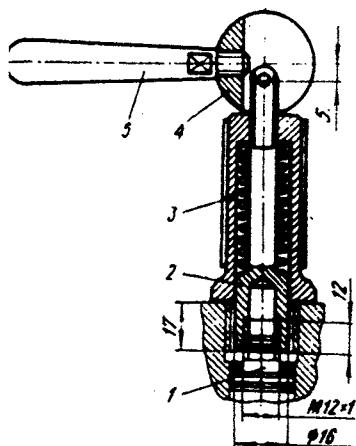

Рис. 90. Съемник седла нагнетательного клапана:
3) снять контрящие сухари, вывернуть штуцеры и, пользуясь специальным съемником (рис. 90), извлечь из корпуса насоса седла с нагнетательными клапанами. Для снятия навернуть оправку 2 съемника на резьбу седла 1 нагнетательного клапана до упора втулки 3 в корпус насоса. Поворачивая эксцентрик